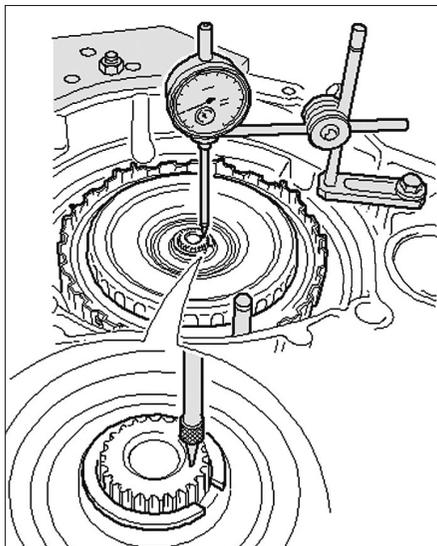

FIG. 16
- positionner le palpeur du comparateur sur l'arbre (Fig.16).